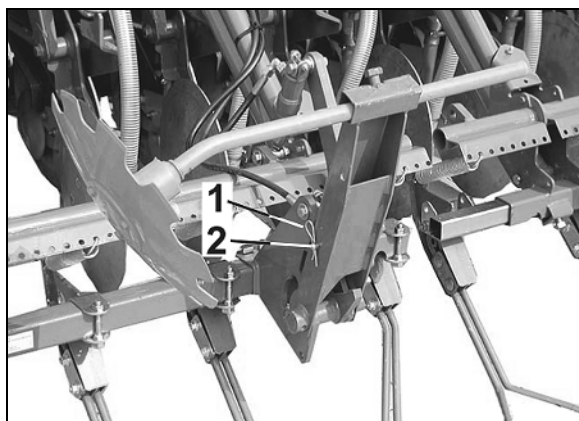

Рис. 49
1. Закрепленные при помощи фиксирующих пальцев с пружинной защелкой крепежные пальцы кат. III (Рис. 49/1) маятникового устройства нижних тяг оснащаются в зависимости от типа трактора (смотрите инструкцию по эксплуатации трактора) оснащаются крепежными яблоками.